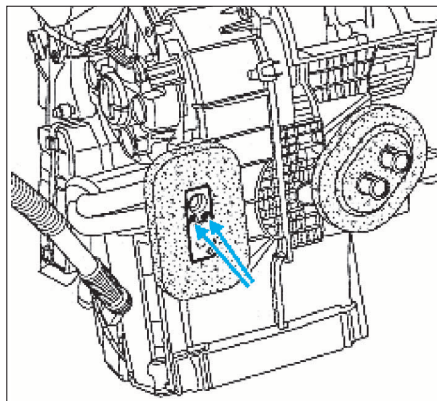

FIG. 18
- les vis de fixation du détendeur (Fig.18),